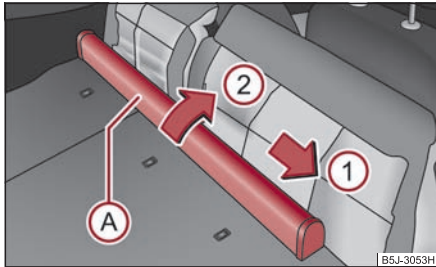

Abb. 90 Rücksitze: Netztrennwandgehäuse
- Schieben Sie das Netztrennwandgehäuse (A) ⇒ Abb. 90 in Pfeilrichtung (1) und nehmen Sie es aus der Aufnahme der rechten Rücklehne in Pfeilrichtung (2) heraus.